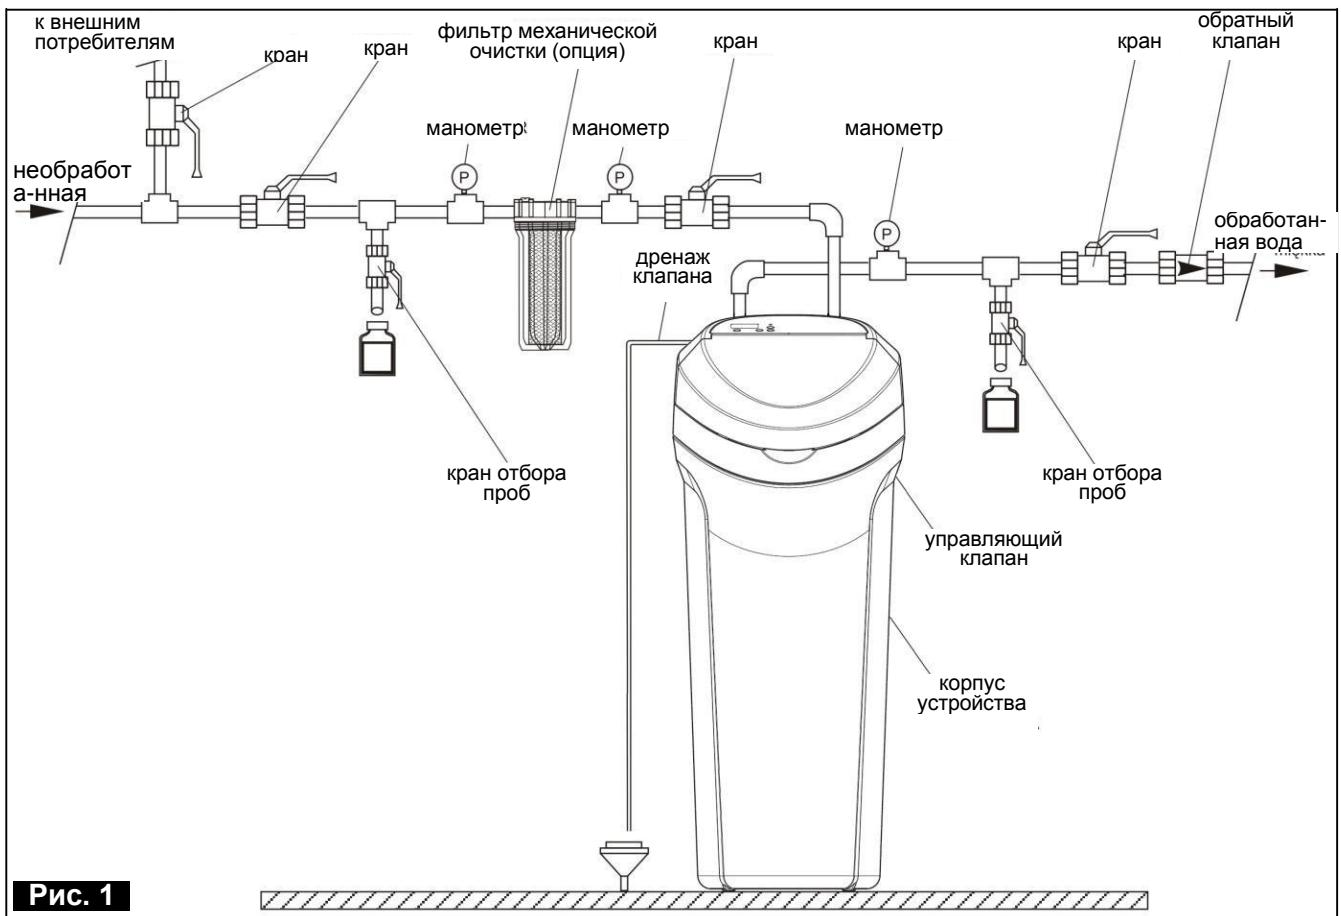

Рис. 1
- Вместе с устройством может поставляться механический фильтр (опция), который следует установить на трубопроводе, подводящем неочищенную воду согласно схеме, показанной на рис. 1.
Подключать гидравлические устройства следует в соответствии со схемой подключения, показанной на рис. 1. Устройство имеет клапан обходной линии bypass с соединительными элементами, а также имеет дренажный шланг для отвода промывной воды. Устройство может иметь фильтр механической очистки (опция). Обеспечение гидравлического оборудования такими элементами, как клапаны, манометры, фильтр, клапаны для отбора проб и т. п., относится к обязанностям того, кто монтирует оборудование, и они не поставляются стандартно вместе с устройством. В схеме также рекомендовано иметь обходную линию фильтра механической очистки или общую обходную линию всей системы для удобства обслуживания.